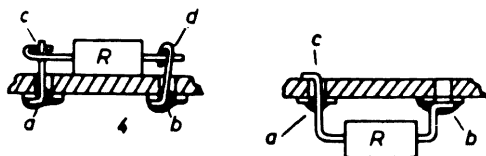

Fig. 24.6. - Sistemazione sopra o sotto il circuito stampato.
Qualora il componente nuovo non possa venir sistemato come in (4) di fig. 24.6, ma sia necessario collocarlo sotto la piastrina, anzichè sopra, lo si può saldare anche come indicato in (5).